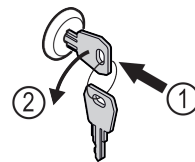

Fig. 201
- ▶ Sleutel erin duwen. Fig. 201 (1)
- ▶ Sleutel 90° linksom draaien. Fig. 201 (2)